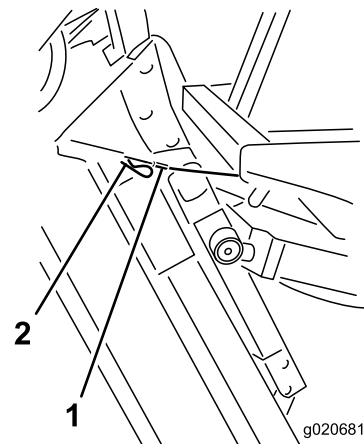

Figura 119
6. Mantenendo il piatto di taglio verticale, fate passare l'estremità del cavo sopra il perno del braccio di sollevamento del piatto di taglio e fissate il cavo con la coppiglia (Figura 119).